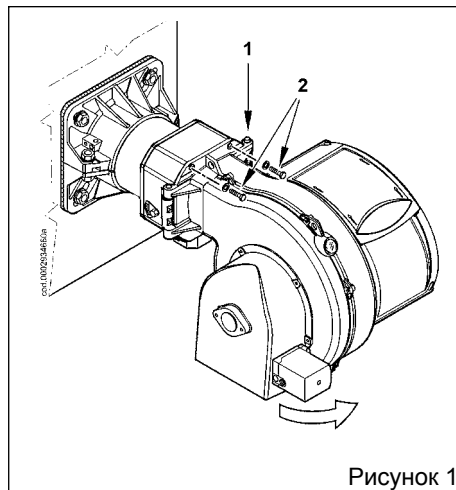

Рисунок 1
Открутите два винта (2) и поверните горелку вокруг пальца (1), помещённого в специальный шарнир (рисунок 1).